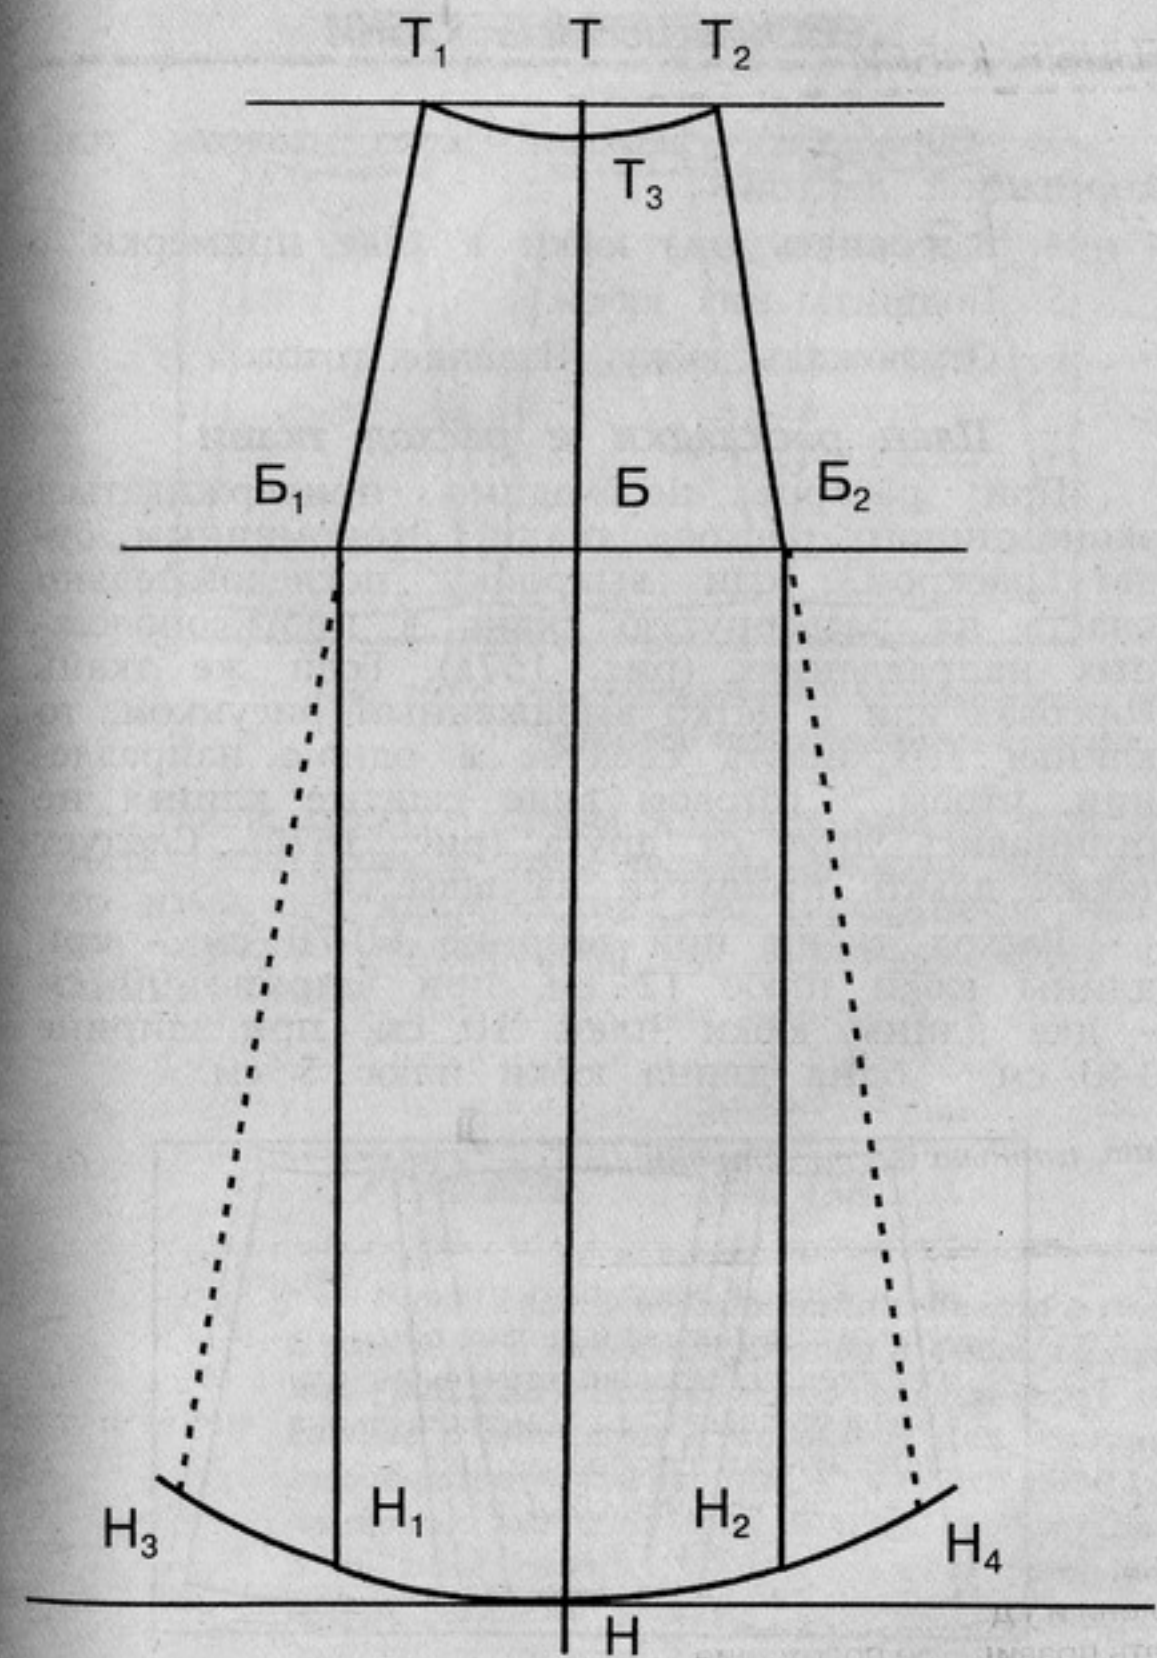

Рис. 156. Чертеж выкройки клина на юбку-клинку
13. Оформляем линию клина, как показано на рис. 156.